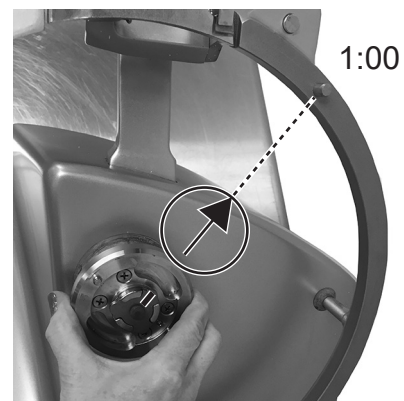

Fig. 17
- Oriente la marca del eje de la cuchilla hacia la flecha como se muestra (Fig. 17), de modo que apunte al pasador del aro protector en posición de la 1 en punto (Fig. 17).